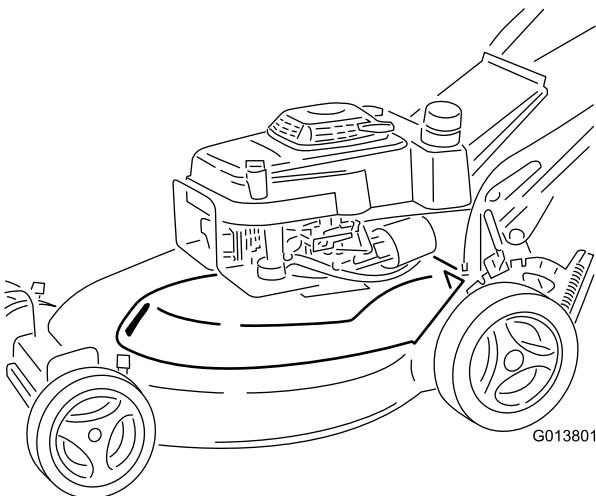

Figura 31
3. Spingete la parte anteriore del paracinghia verso il basso e in avanti per sganciarla dalla vite di fissaggio anteriore (Figura 31).